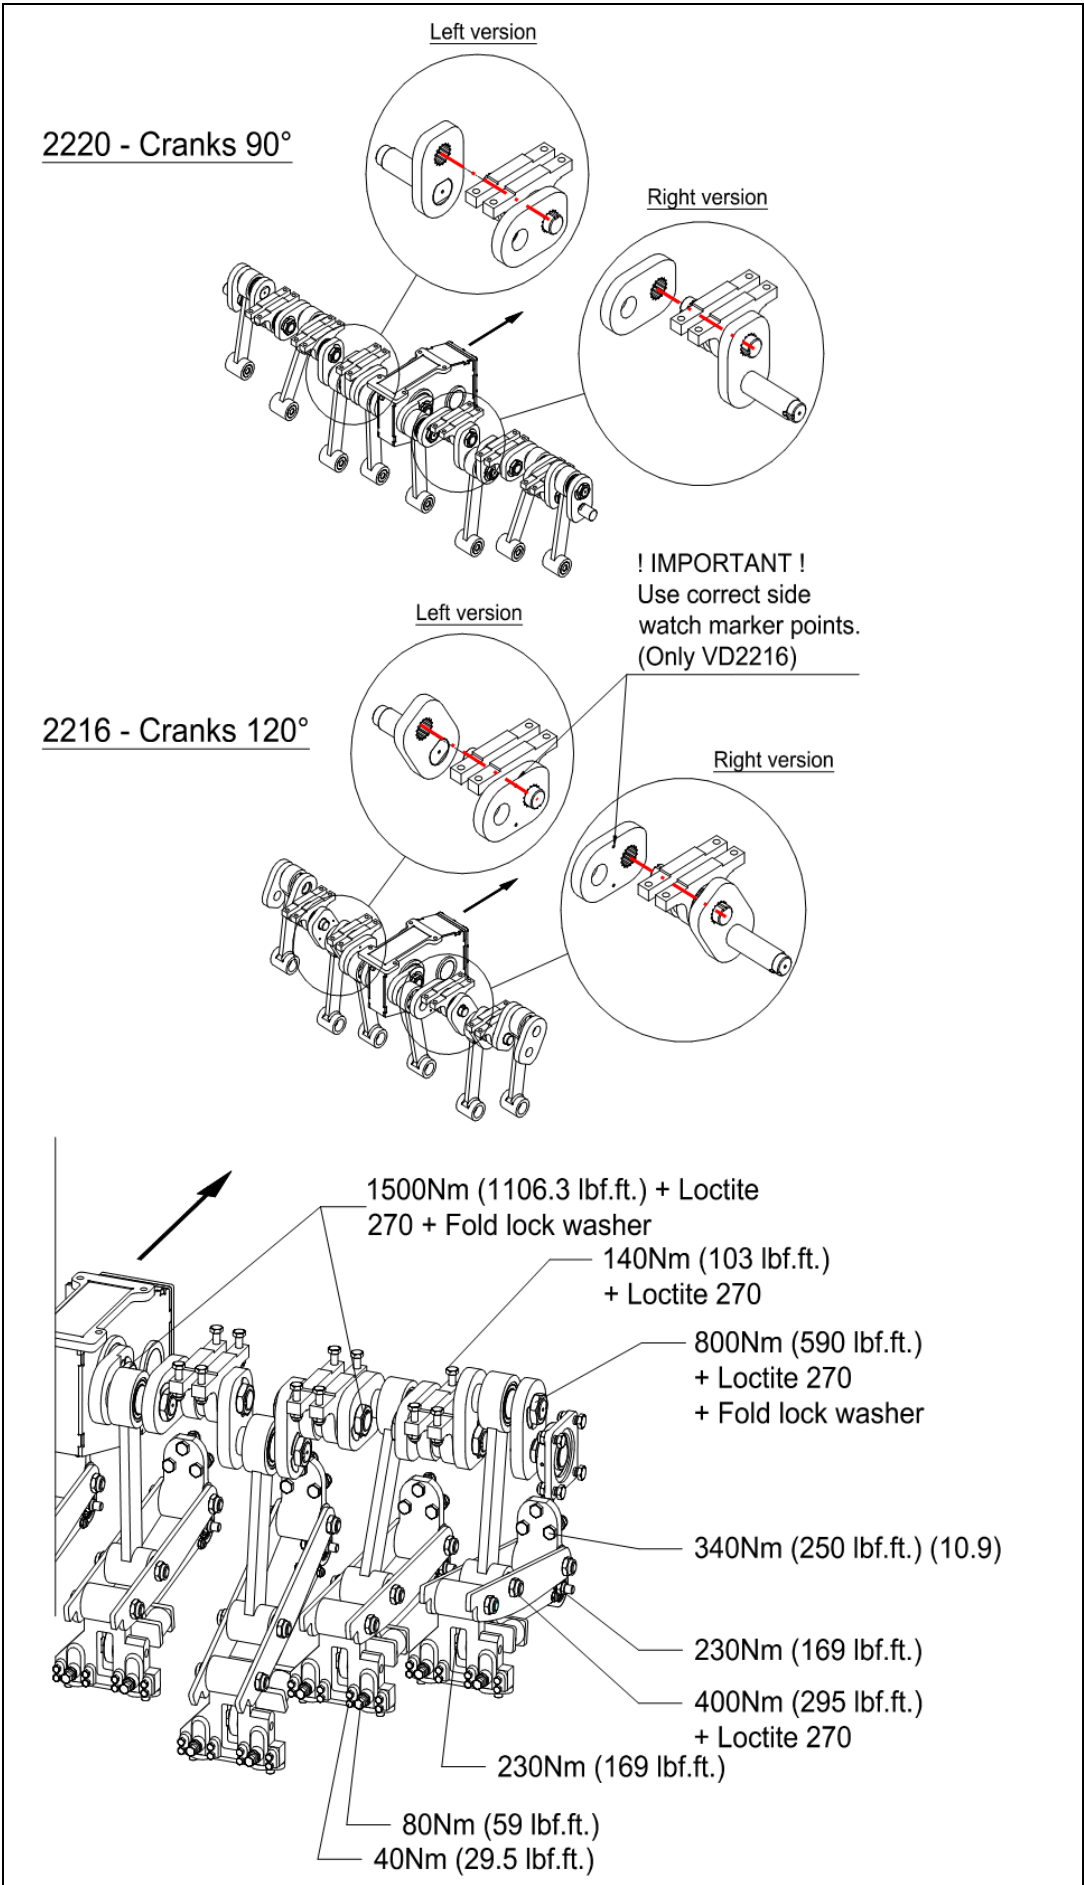

Fig. 15
2. Mettez la tête de bielle (13) un peu en arrière jusqu'à ce que l'élément (12) se desserre.
3. Retirez bielle (14) par la broche (15) à enlever.
5. Retirez les écrous (16), plaque de sécurité (17) et l'élément de la manivelle (18) de la boîte de vitesse.
6. Retirez le récupérateur d'huile en utilisant un tournevis (19).
9. Nettoyez l'élément de la manivelle (20) et équipez les cannelures avec un enduit d'étanchéité en silicone.
10. Montez l'élément de la manivelle dans la bonne position (selon la marque).(Fig.15)
12. Montez une nouvelle plaque de sécurité (17) et un écrou (16). Pour l'écrou, utilisez de la Loctite.
13. Resserrez l'écrou (16) avec une clé comme indiqué sur la Figure 15.
La Figure 15 indique les moments de serrage des principaux boulons et écrous. Assurez-vous que les moments de serrage des boulons et écrous qui ne sont pas listés sur la Figure 15 soient les mêmes que les moments de serrage de boulons et écrous comparables. Si des boulons ou des verrous se défont, de la Loctite peut être utilisée pour les resserrer.